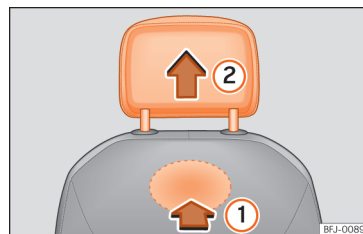

Fig. 65 Encosto de cabeça dianteiro: desmontagem.
- Para desbloqueá-lo, procure o entalhe situado na parte traseira do encosto na zona marcada e pressione no sentido da seta » » Fig. 65 ①.
- Retire o encosto de cabeça no sentido da seta ②.